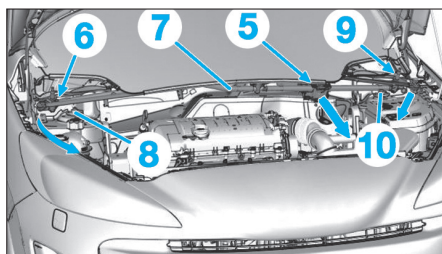

Fig. 98
- Effectuer une translation suivant la flèche (5) puis une rotation en (6) (Fig.98).
- Passer le mécanisme d'essuie-vitre (7) au-dessus de la fixation d'amortisseur droit (8).
- Effectuer une translation en (9).
- Passer le mécanisme d'essuie-vitre (7) au-dessus de la fixation d'amortisseur gauche (10).
- Déposer le mécanisme d'essuie-vitre (7).